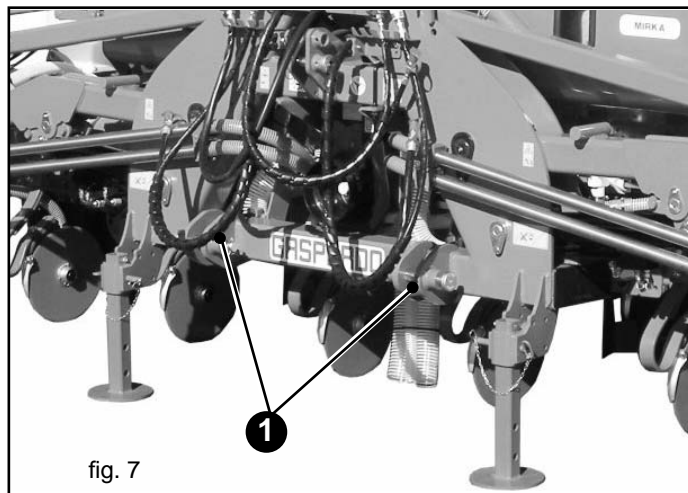

fig. 7
- 1) Agganciare le barre del sollevatore sui perni predisposti (1, Fig. 7). Bloccare con le copiglie a scatto.